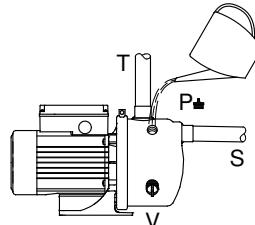

Рис. 5 Заливка насоса
Демонтировать пробку (V) сливного отверстия, см. рис. 5, и ввернуть эжекторный клапан в отверстие.
1. Удалить пробку заправочной горловины (P). См. рис. 5.